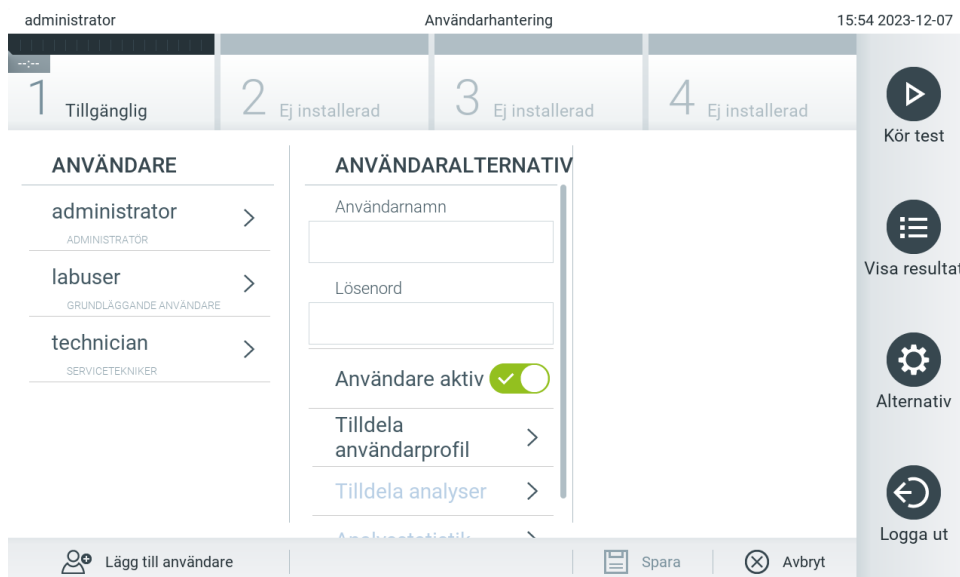

Bild 55. Lägga till en ny användare.
- Tryck på knappen Options (Alternativ) och därefter knappen User Management (Användarhantering) för att konfigurera användare. Skärmen User Management (Användarhantering) visas i skärmens innehållsområde (bild 55).